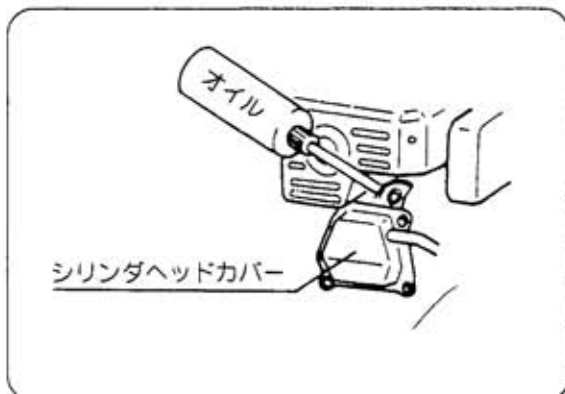

図57
- ② 点火プラグを外して、シリンダ内にエンジンオイルを2～3cc注入し、クランク軸を数回まわして点火プラグを取付け圧縮のあるところで止めてから、保管してください。(図57)
- ③ 外面は油のしみた布で清掃してください。
(5) 格納